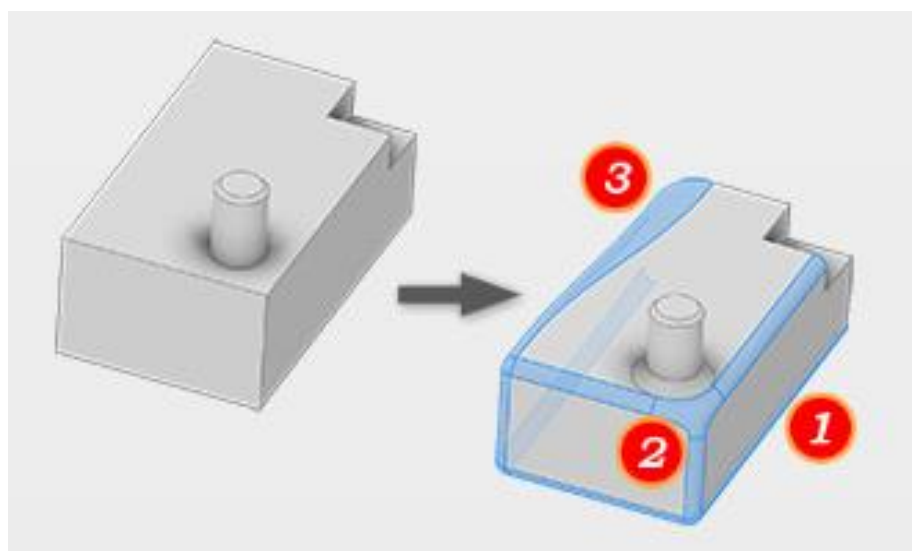

Рисунок 71 Візуалізація операції Галтель або скруглення граней
ви можете використовувати відстань (2) або змінний радіус (3) як окремий елемент або разом (рис.71). Ви можете легко перемикатися між різними типами сполучень та встановлювати пріоритет вибору за допомогою палітри інструментів. Ця функція є незамінною для тих, хто займається проектуванням об'єктів, оскільки дозволяє швидко та ефективно додавати сполучення та скруглення до вибраних ребер. Завдяки цьому ви зможете зменшити гострі кути та з'єднати ребра, що дозволить вам створювати більш якісні та естетичні проекти.